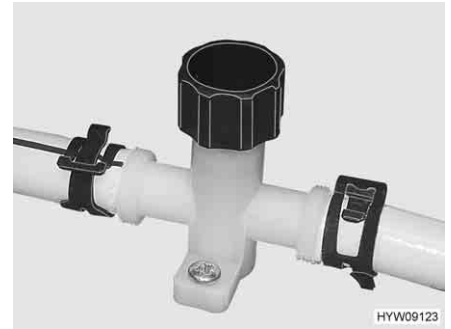
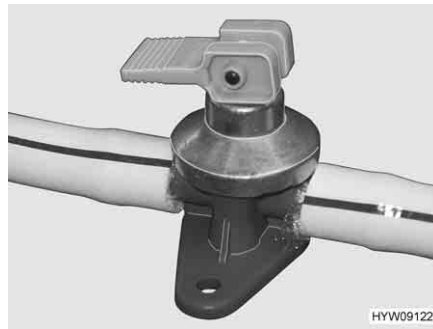

Fig. 145 Rubinetto di scarico (tubatura dell'acqua)
Fig. 146 Rubinetto di scarico (boiler Alde)
- Chiudere i rubinetti di scarico (Fig. 146 e Fig. 145). Chiudere i coperchi in senso orario oppure posizionare la leva a bilanciere in posizione orizzontale. L'ubicazione delle valvole di sicurezza/di scarico e dei rubinetti di scarico è riportata al paragrafo 10.6, alla fine di questo capitolo.